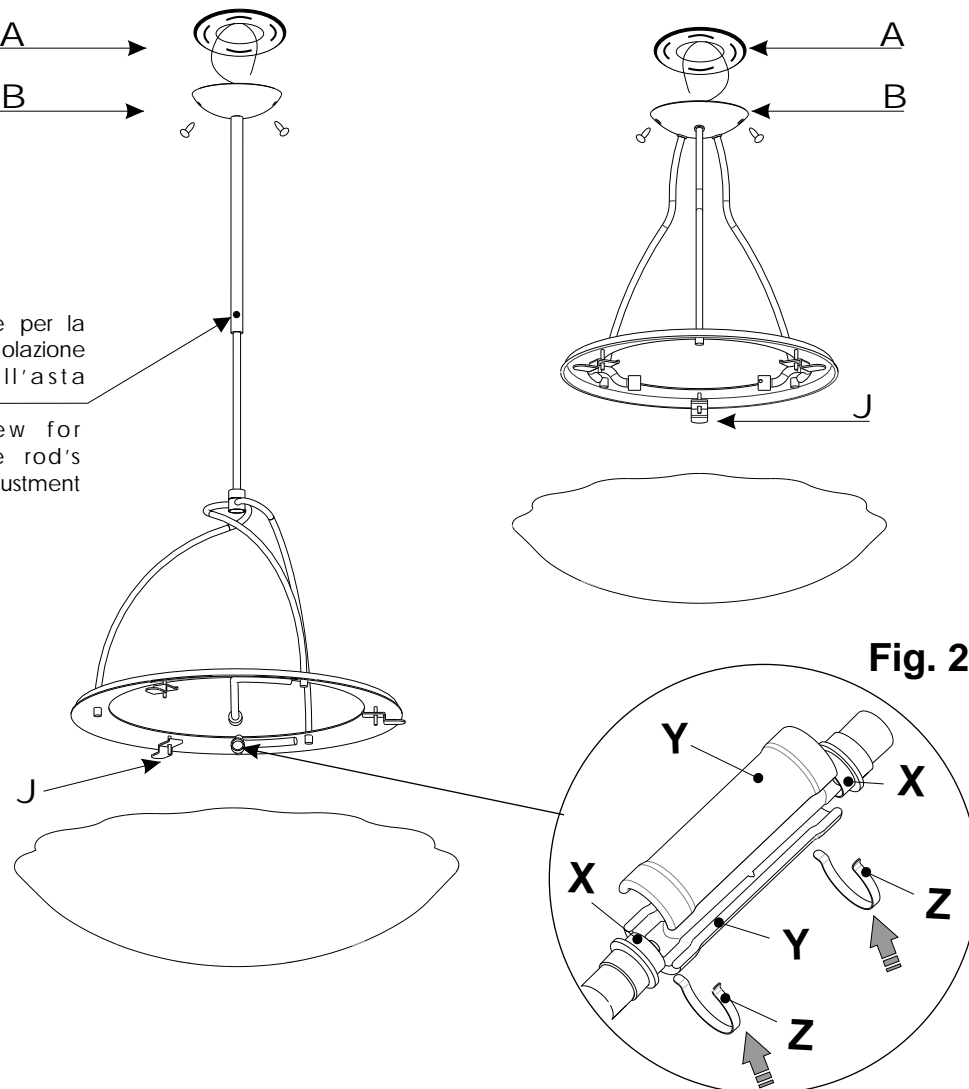

Fig. 2
5. Insert bulb inside double ended socket, then place the two half safety glass pyrex tubes "Y" in order to be coupled inside the opposite collars of rings "X" as shown. Clamp the two parts by pushing the two release springs "Z" as shown in **Fig.2**.
5. Après avoir inséré l'ampoule halogène R7s, accoupler les deux moitiés du verre de protection pyrex 'Y' à l'intérieur de la siége formée par les deux bagues latérales 'X'. Assurer les deux moitiés en insérant à déclic les ressorts 'Z' aux bouts du verre Pyrex, comme montré dans la **figure 2**.
5. Nachdem das halogene Glühmittel (R7s) eingeführt worden ist, die zwei Hälften des Schutzglases "Y" aneinander legen und in die beiden Seitenringe "X" legen. Die zwei Hälften aneinander sichern, indem man die zwei Klammern "Z" an die Enden des Schutzglases festklammert (siehe Abbildung 2).